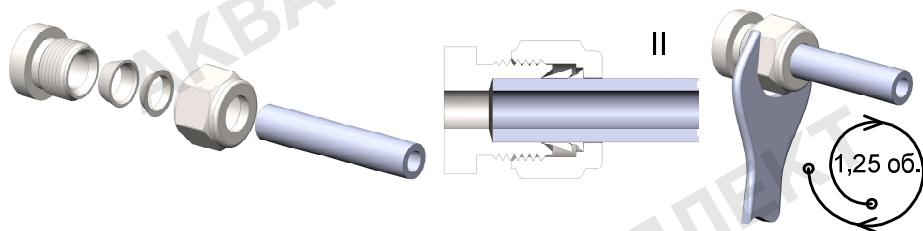

Рисунок 5 – Схема монтажа изделия с обжимным фитингом
2.2.3 Для монтажа изделия с обжимным фитингом (рисунок 5) необходимо вставить подсоединяемую трубку в фитинг до упора в буртик и закрутить гайку вручную. Затем, удерживая неподвижно корпус фитинга, затянуть гайку на 1,25 оборота.